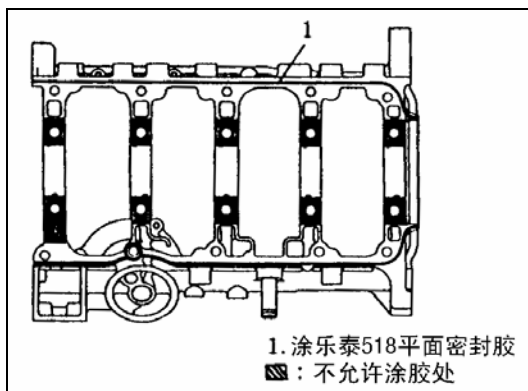

Рис. 4-78.
4). После нанесения герметика на контактную поверхность картера коленчатого вала (как показано на Рис. 4-78) установить его на блок цилиндров.